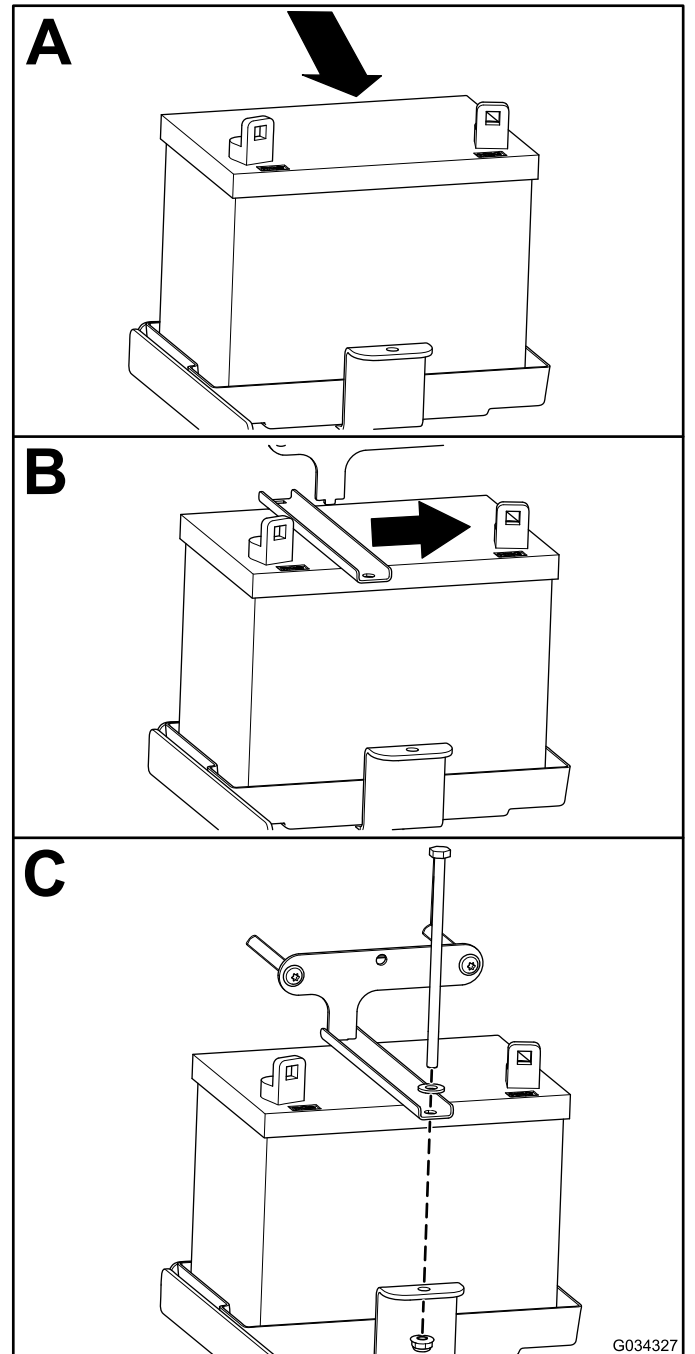

Figure 46
1. Reposez la batterie comme montré à la Figure 46.